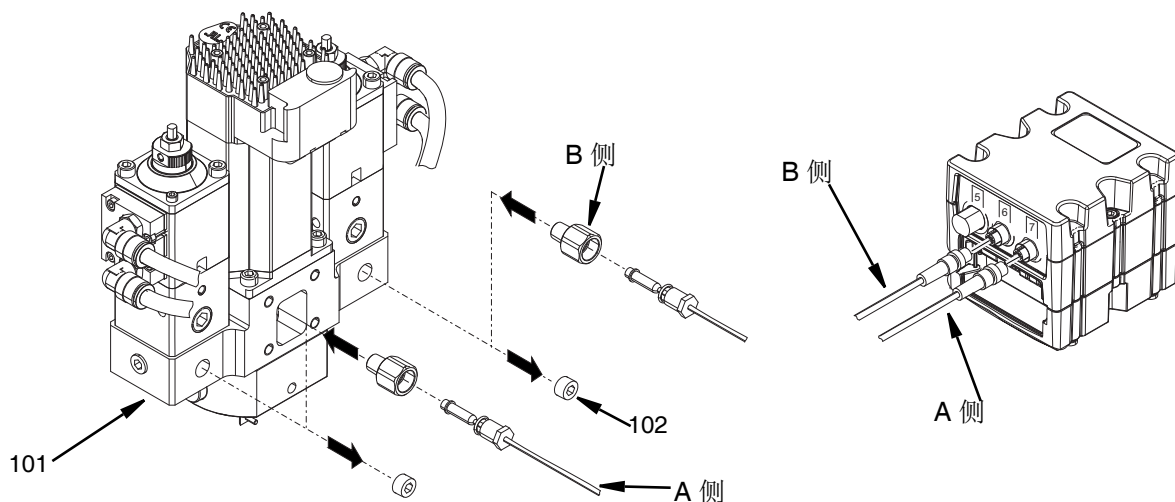

图 40
2. 从底座外壳 (101) 中卸下 2 个插头 (102)。
7. 将 B 侧压力传感器连接到 GCA 立方体模块的端口 6 中。参见图 40。